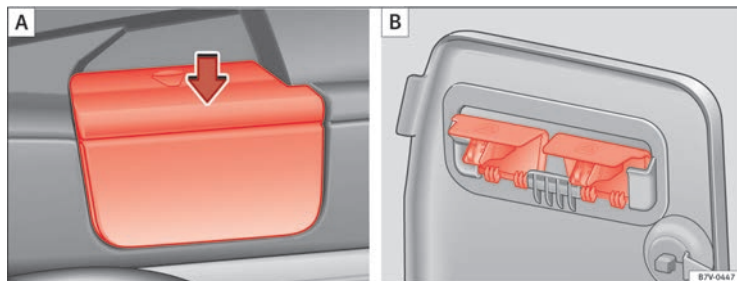

Fig. 92 Rimuovere i supporti delle ripiano (A) e custodirli in un luogo sicuro (B).
- Ritirare il ripiano dal supporto dei rivestimenti laterali ⇒ **fig. 92 (A)**. A questo scopo, premere il ripiano verso l'alto (freccia), quindi estrarlo.